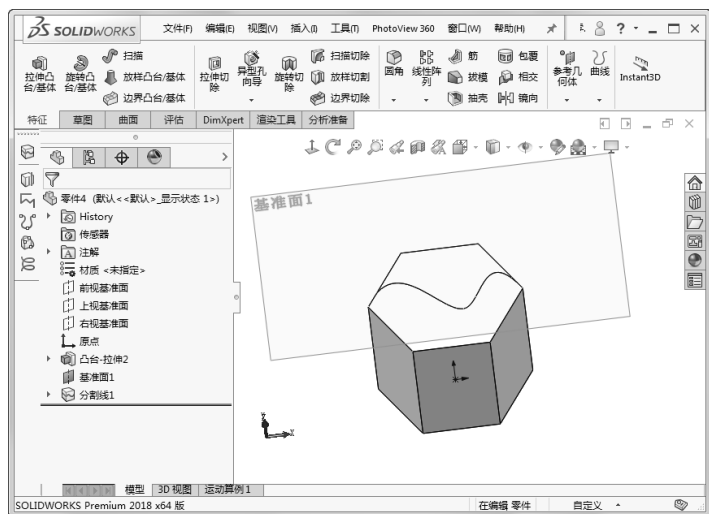

图 3-36 生成的分割线及其 FeatureManager 设计树
11) 单击  (确定) 按钮, 生成的分割线及其 FeatureManager 设计树如图 3-36 所示。